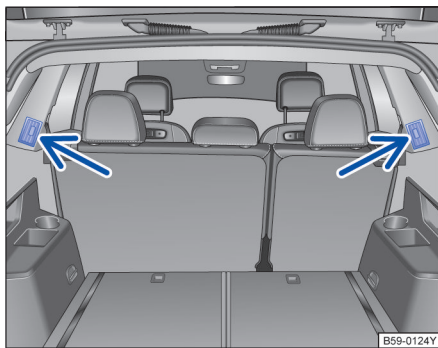
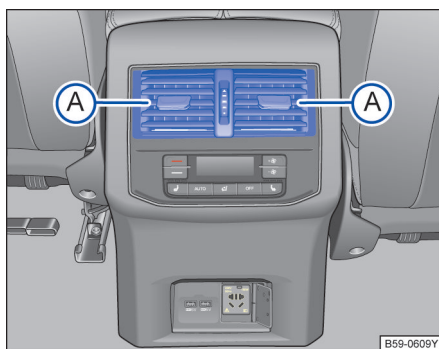

图 135 行李厢内的后排出风口
图 136 中央通道后部的出风口
利用出风口中间的导流片可调节气流方向→ 图 135 或→ 图 136 ①，转动调节滚轮可以调节空气流量。